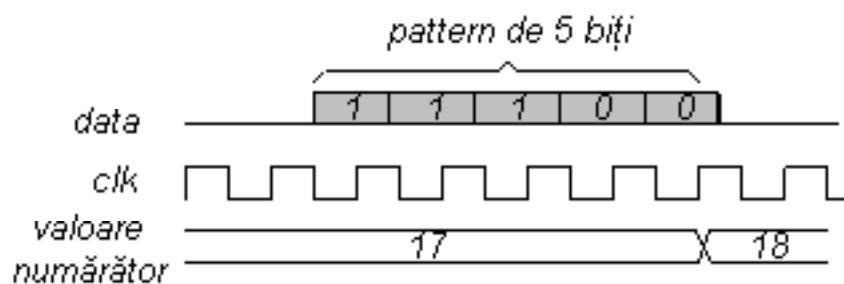

Figura 5.15: Actualizarea numărului de apariții ale patternului.
- La apariția unui pattern, se actualizează numărul afișat, așa ca în figura 5.15.